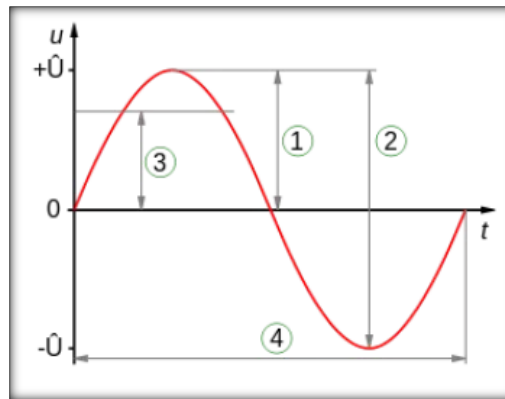

**Figura 1. Voltaje vs tiempo
Esto quiere decir que si en un circuito variamos los valores del voltaje (V), los valores de la intensidad de corriente (I) también van a variar y la razón de proporcionalidad es llamada “Resistencia” (R). La relación está explicada en la figura 1.